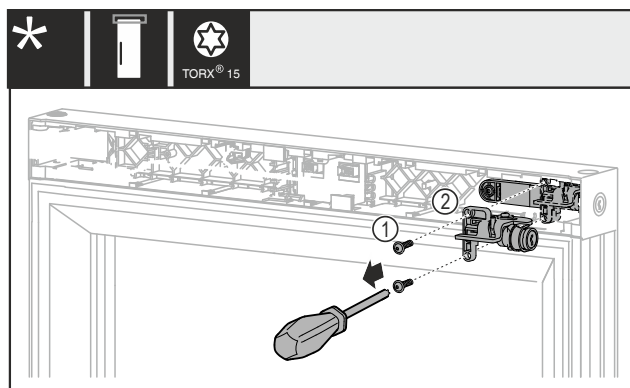

Fig. 20
- Izņemiet skrūves Fig. 20 (1).
- Noņemiet mehānisko slēdzeni Fig. 20 (2).